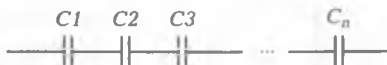

Рис. 1.7. Схема последовательного соединения конденсаторов
**Последовательное соединение конденсаторов.** При последовательном соединении конденсаторов (рис. 1.7) правая пластина первого конденсатора соединяется с левой пластиной второго, правая пластина второго — с левой пластиной третьего и т. д. В этом случае их эквивалентная (общая) емкость уменьшается. Так происходит потому, что общая толщина диэлектрика увеличивается, что приводит к уменьшению общей емкости. Эквивалентную емкость при последовательном соединении конденсаторов определяют по формуле